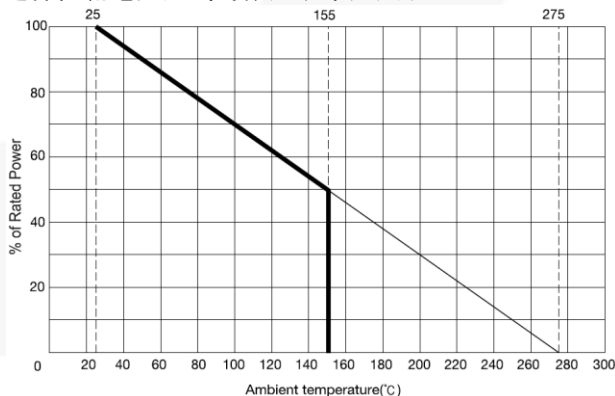

图 21. 检流线范例 (源自 ELEC.)
- $T_{SHUNT}=100^\circ\text{C}$ 时检流电阻的降额比率: 70% (参考图 21)